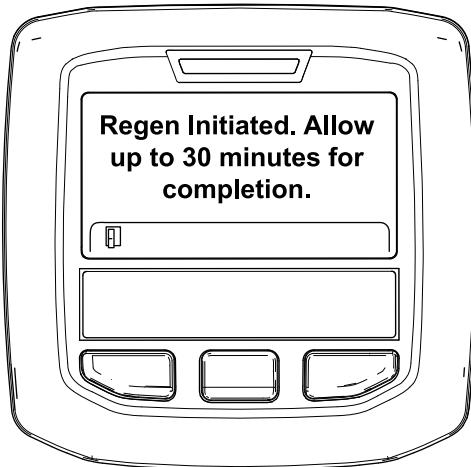

Figura 37
- Se a regeneração for permitida, surge a mensagem “Regen Initiated. Allow up to 30 minutes for completion” (Regen. iniciada. Aguarde 30 minutos até ser concluída) no InfoCenter; aguarde até que a máquina conclua o processo de regeneração em estacionamento (Figura 37).